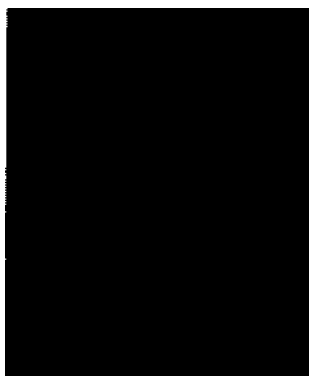

Рис. 22 – Цифровая клавиатура устройства электромагнитного запирающего
- Введите мастер код с помощью цифровой клавиатуры (рис. 22).